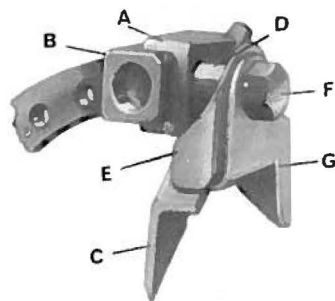

fig. 15
10. Montaggio del coltello superiore (fig. 15):
2. sbloccare la vite F (fig. 15);
3. spingere verso destra o verso sinistra il supporto A del coltello superiore (fig. 15) per ottenere l'altezza di costa voluta.
4. bloccare la vite F (fig. 15);